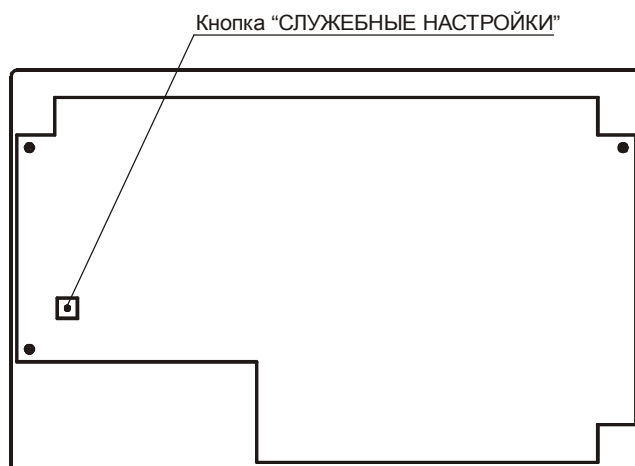

Рисунок 7 – Расположение кнопки **СЛУЖЕБНЫЕ НАСТРОЙКИ**
3.3.3.11 Включение режима "Градуировка" производится кнопкой «СЛУЖЕБНЫЕ НАСТРОЙКИ», расположенной внутри блока БПС, на плате измерений и индикации (смотри рисунок 7).